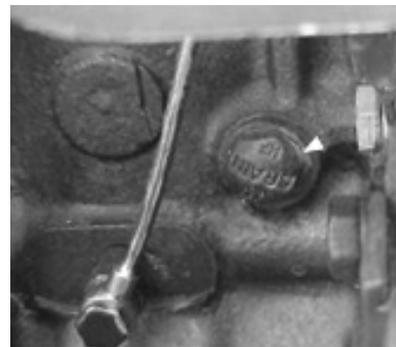

Fig. 101
3. Quite el tapón de drenaje del bloque del cilindro (Fig. 101). Asegúrese de que los puntos de drenaje NO se obstruyan durante el drenaje.